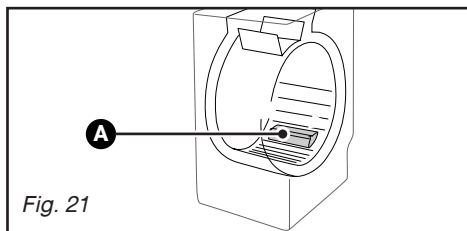

Fig. 21
- ouvrez les portillons du tambour. Au fond de ce dernier vous voyez apparaître une pièce en plastique **A** (Fig. 21)